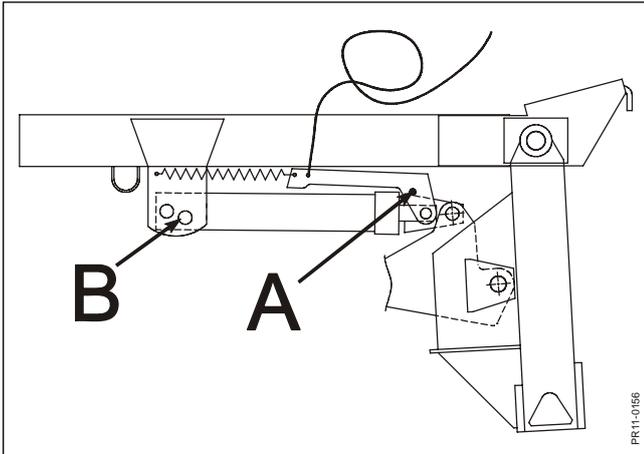

Fig. 3-18
**Fig. 3-18** Vor Umschwung den Stopp mit dem Zapfen A verriegeln. Dieser Zapfen ist mit einer Kette an der Gelenkwelle befestigt und kann nur montiert werden, wenn die Gelenkwelle demontiert ist. Nach Demontage die Gelenkwelle in den Halter anbringen. Nur die Gelenkwellenhälfte gegen die Maschine demontieren. Den Hebezyylinder in dem Loch für Schrägstellung B befestigen.